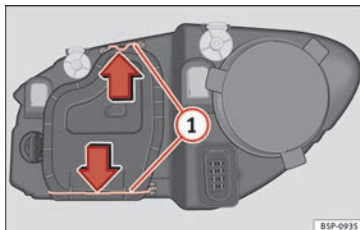

Fig. 178 Médios.
- Desloque os tirantes » Fig. 178 ① no sentido da seta e puxe a tampa.